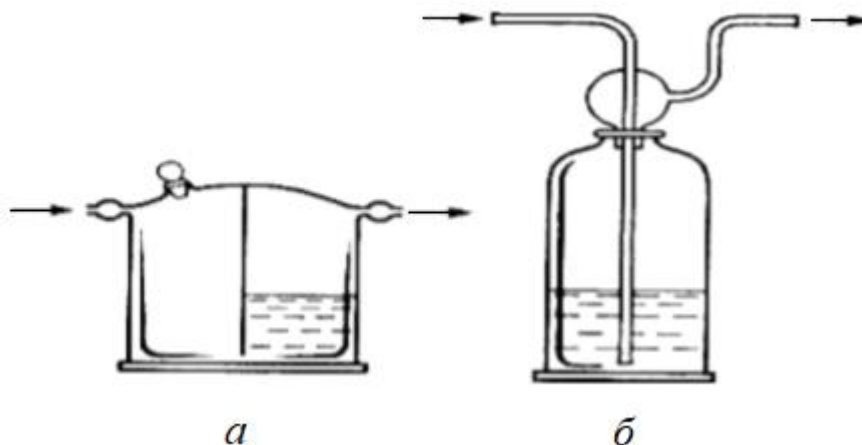

Рис. 21 – Склянки промывные:
*Склянки промывные* (рис. 21) применяют для осушки, очистки или улавливания некоторых газов. Наиболее часто используют склянки Тищенко и Дрекслея. Заполняют их серной кислотой или концентрированным раствором щёлочи.